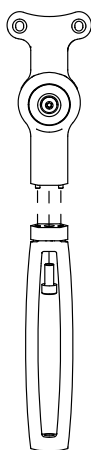

Figura 4.
4. Allineare la gamba di ricambio alla base servendosi dei perni di allineamento. **Vedere la Figura 4.**
5. Avvitare la nuova vite di fermo fornita sulla sommità della gamba e nella base utilizzando la chiave a brugola esagonale da 5 mm illustrata nella **Figura 4**. Serrare la vite ad una coppia di 6,0 Nm.